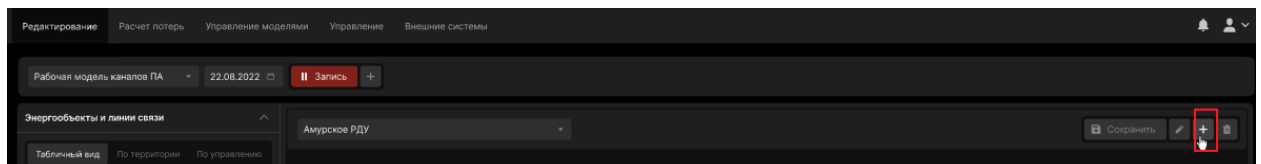

Рисунок 5.63.Вызов формы «Создание схемы»
2. Нажать на кнопку «Создать новую схему» (Рисунок 5.63) в панели инструментов формы «Схема».